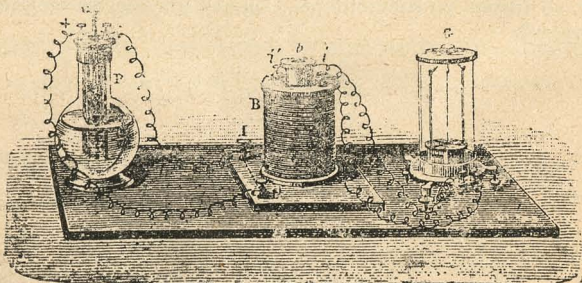

Fig. 230.—Producción de las corrientes de inducción.
3. **Corrientes dinamoeléctricas.**—Sea *B* (fig. 230) un